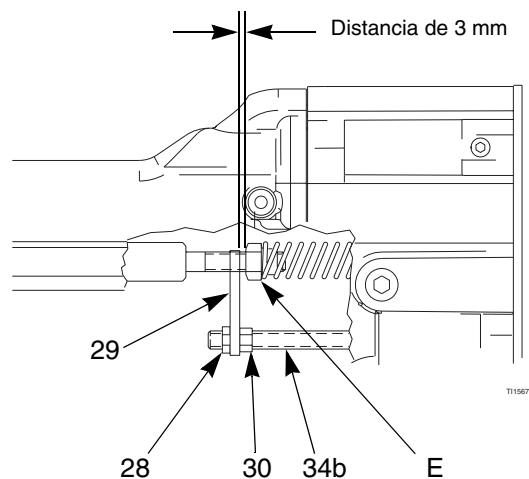

Fig. 27. Ajuste del brazo del actuador
2. Coloque las piezas de forma que haya una separación de 3 mm entre el brazo del actuador (29) y la tuerca de la varilla prensaestopas de fluido (E), lo que permite que el aire de atomización se active antes que el fluido. Vea Fig. 27.
3. Apriete la tuerca de ajuste (30) contra el brazo del actuador (29). Compruebe que se mantiene la distancia de 3 mm. Además, cuando se dispara la pistola, debería haber 3-4 mm de recorrido de la aguja del electrodo. Ajuste la posición de la contratuerca para obtener estas dimensiones.
5. Instale la carcasa la pistola (2) y el cabezal de aire (3), página 34.